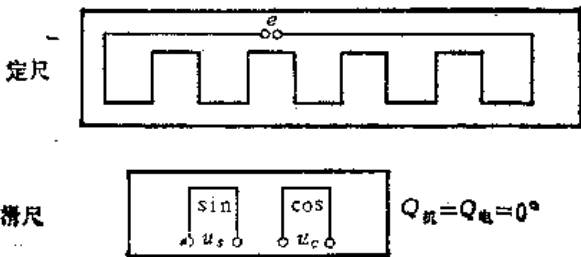

图22-3-9 周期为“0”时两尺尺位及输入输出信号图
(3) “周期0”定位原则 “周期0”时两尺的尺位和输入输出信号如图22-3-9所示。